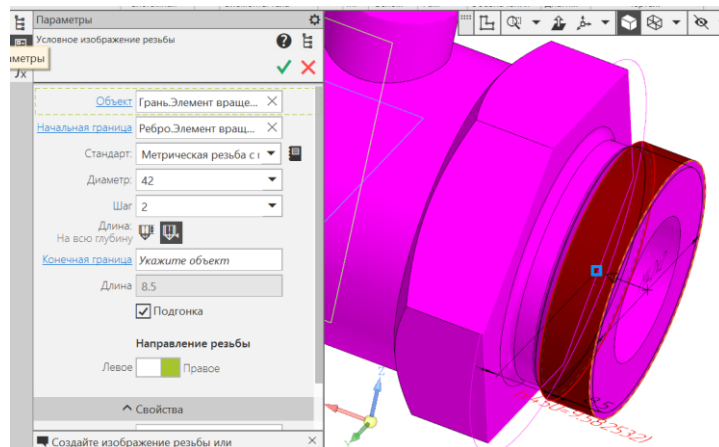

Рис. 15 Параметры команды «Условное изображение резьбы» (наружной)
- Условное изображение наружной резьбы: **Твердотельное моделирование – Обозначения – Условное изображение резьбы.** Параметры команды Условное изображение резьбы: объект – Элемент вращения 2; начальная граница – Элемент вращения 2; стандарт – Метрическая резьба с мелким шагом ГОСТ24705-2004; диаметр – 42; шаг – 2; конечная граница – Ребро. Проточка наружная M42 x 2; направление – Правая (рис. 15).